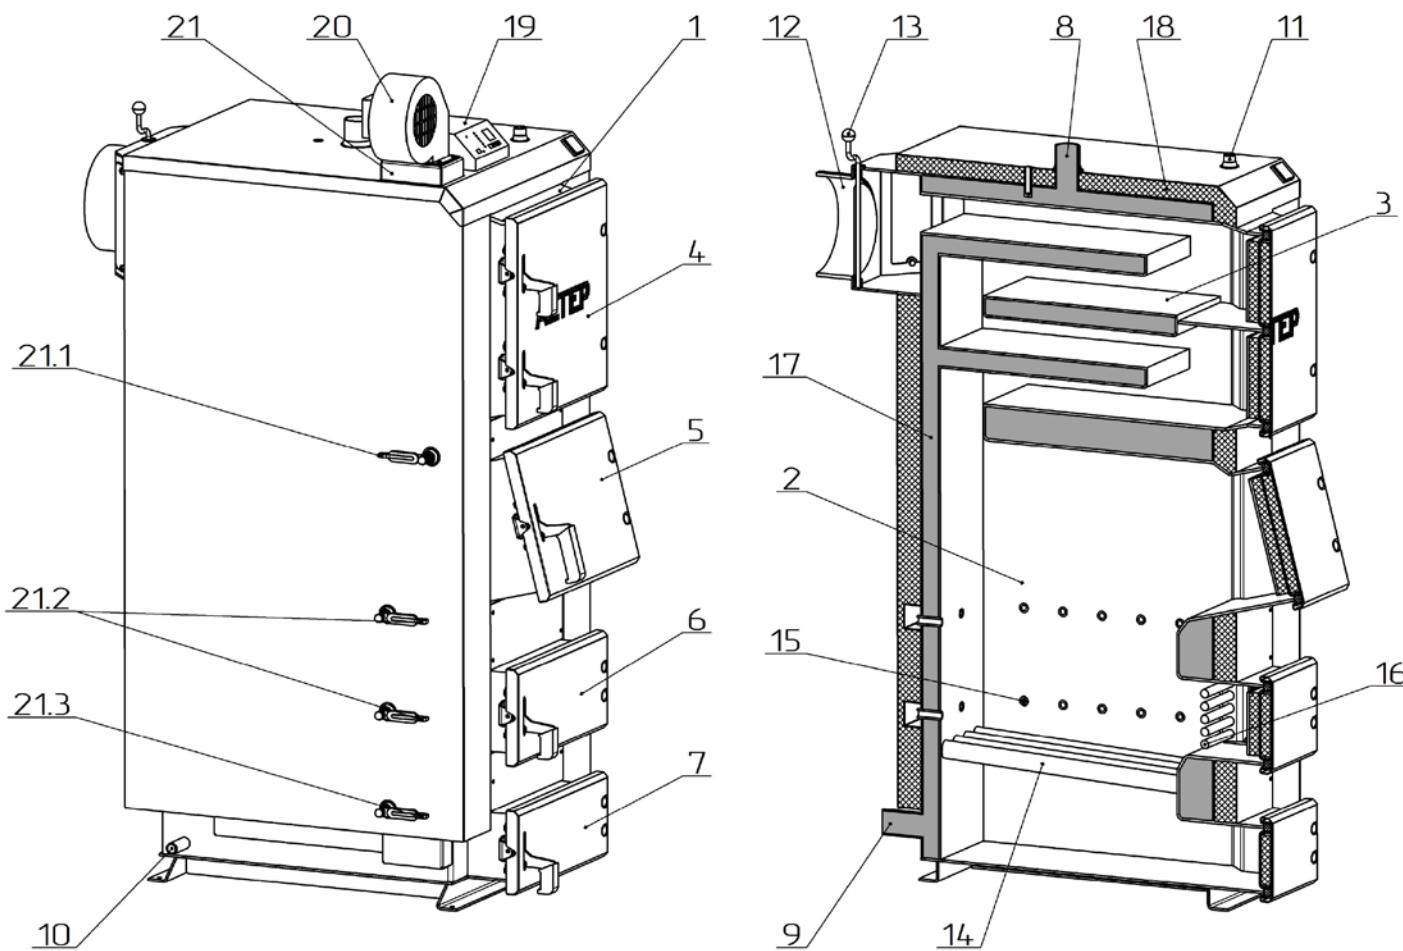

Рисунок 2 – Зовнішній вигляд та основні елементи котла
Конструктивно котел являє собою збірно-зварену конструкцію, що складається з корпуса (поз. 1, рис. 2) з камeroю згоряння (топкою) (поз. 2, рис. 2). Над топкою розташована конвекційна частина котла (поз. 3, рис. 2), що являє собою високоефективний чотирьохходовий теплообмінник.
Корпус котла виконаний в формі паралелепіпеду з подвійними стінками, які розділені водними перегородками (поз. 17, рис. 2). На зовнішній поверхні корпуса під декоративною обшивкою закріплена теплова ізоляція. (поз. 18, рис. 2).
Паливо для процесу спалення завантажується на колосникові грати (поз. 14, рис. 2) крізь завантажувальні дверцята (поз. 5, рис. 2). Колосникові грати виконані з товстостінних безшовних труб по яких постійно циркулює вода з водяної оболонки котла, що унеможливлює їх прогорання. Згоряння палива в топці відбувається за участю повітря, яке постачається по каналу подачі повітря (поз. 21, рис. 2) припливним вентилятором (поз. 20, рис. 2). Кількість повітря, необхідного для процесу згоряння, регулюється автоматично блоком автоматики управління (поз. 19, рис. 2).
Підведення і відведення теплоносія здійснюється відповідно через патрубки зворотної мережної води (поз. 9, рис. 2) і прямої мережної води (поз. 8, рис. 2).
Топочні гази виходять у димохід крізь боров (поз. 12, рис. 2), розташований у задній частині котла. Боров обладнано вбудованим дросельним клапаном продуктів згоряння – шибером (поз. 13, рис. 2). У випадку надто високої тяги у димоході шибер дає можливість її знизити шляхом часткового перекривання вихідного отвору борова.
У верхній частині корпуса котла розташований штуцер (а для котлів 150...250 кВт – патрубок з фланцем Ду 50) для встановлення запобіжного клапана (поз. 11, рис. 2).
На бічній стінці корпуса у нижній її частині розміщено штуцер для зливу води з котла (поз. 10, рис. 2).
- дверцята для періодичного обслуговування (чищення) конвекційної частини котла (поз. 4, рис. 2);
- ревізійний дверцята (поз. 6, рис. 2) для періодичного чищення колосникових грат;
- дверцята зольника (поз. 7, рис. 2).